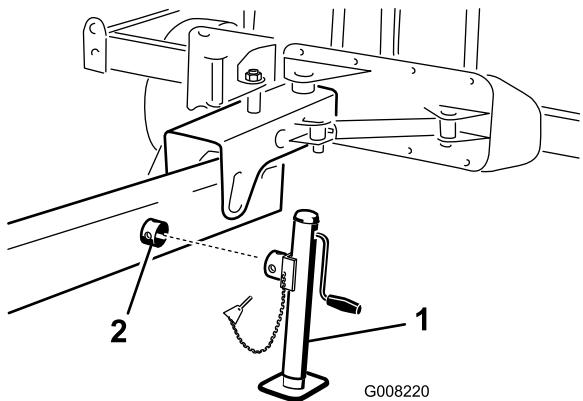

Figura 10
1. Coloque el gato sobre el tubo situado en el lateral del acoplamiento de remolque (Figura 10).
2. Gire el gato para alinear los taladros y sujete el conjunto con el pasador de seguridad (Figura 10).